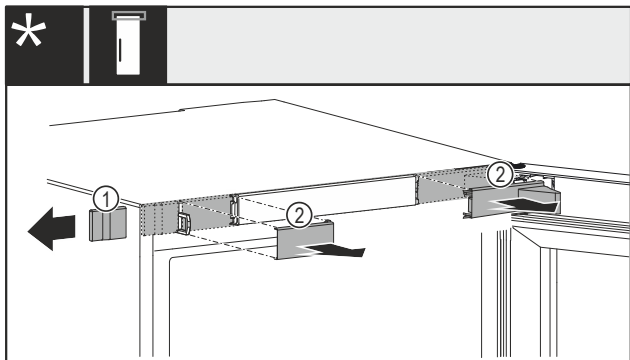

Fig. 14 Z zamkiem mechanicznym lub elektrycznym*
- ▶ Wyjąć ostrożnie osłonę Fig. 14 (1) z boku.*
- ▶ Wyjąć ostrożnie osłony Fig. 14 (2) do przodu.*